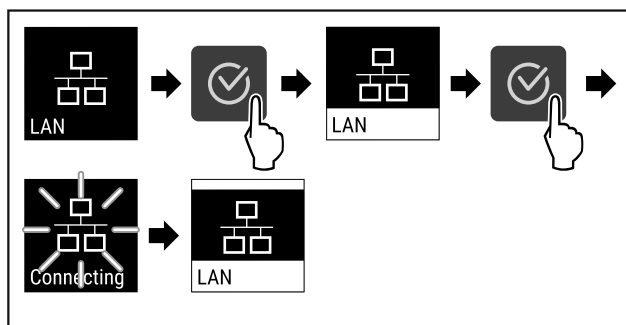

Fig. 81
- Suorita toimenpidevaiheet (katso Fig. 81).